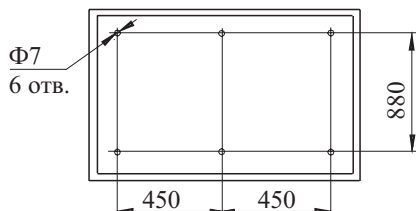

Рисунок 2
- 5 Установить щит вместе с бункером на объекте, закрепив щит к стене через отверстия 7 в корпусе 6 крепежными деталями (в комплект поставки не входят). Координаты отверстий под крепежные элементы указаны на рис.2;